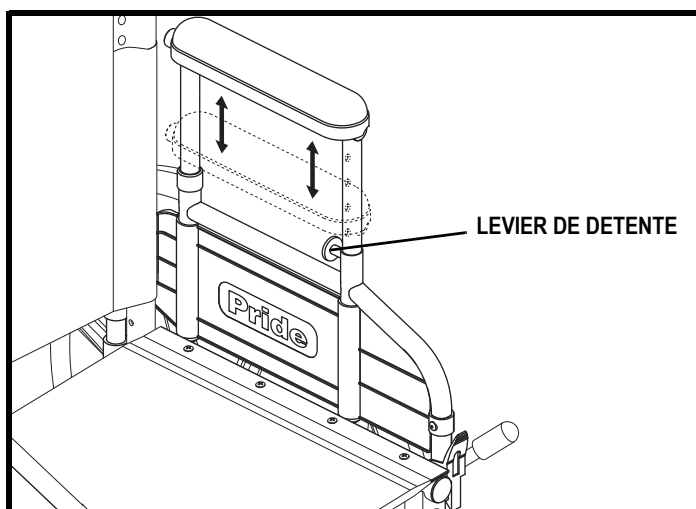

Figure 32. Réglage des accoudoirs à double support
1. Tirez le levier de dégagement qui se trouve sur l'accoudoir dans n'importe quelle direction. Voir la figure 32.